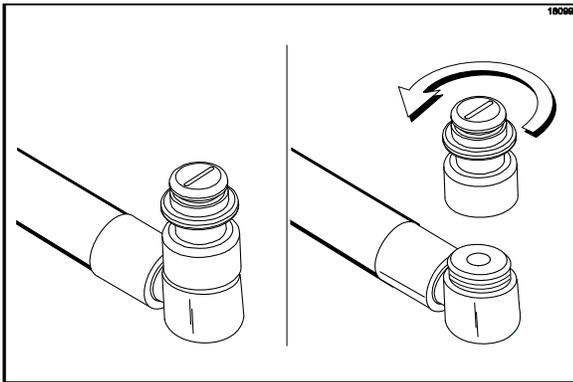

Figura 28
9. Com o balde ainda embaixo da porta, retire a conexão de ponta do xarope da conexão da linha de xarope girando-a no sentido anti-horário. Mantenha as conexões de xarope “para cima” a fim de minimizar a perda desse produto. (Veja a Figura 28.)